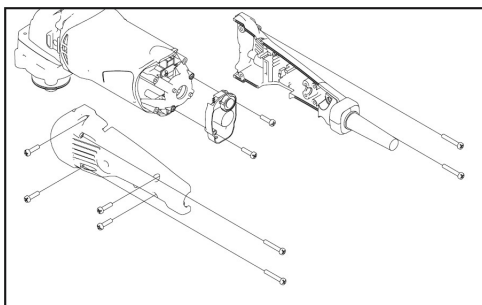

Abb. 10: Gehäuse aufschrauben
Schritt 2: Vorsichtig die Schrauben (Abb. 10) für die Demontage der beiden Griffhälften abschrauben und die linke Griffhälfte zuerst abnehmen. Darauf achten, dass die Kabel nicht beschädigt werden.